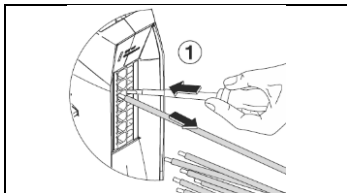

Abb. 4.1
- Entfernen Sie die Leitungen (Abb. 4.1)